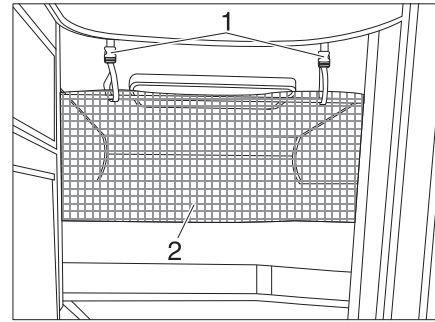

Fig. 171 Rete protettiva
La rete protettiva (Fig. 171,2) è stivata sui modelli di serie tra il materasso e il telaio portamaterasso. Fissare la rete protettiva soltanto dopo che la persona si è già stesa nel letto.
- Fare innestare i nastri di sostegno (Fig. 171, 1) nei supporti sul soffitto.
La rete protettiva (Fig. 171,2) è stivata di serie tra il materasso e il telaio portamaterasso. Fissare la rete protettiva soltanto dopo che la persona si è già stesa nel letto.
- Fare innestare i nastri di sostegno (Fig. 171,1) nei supporti sul soffitto.